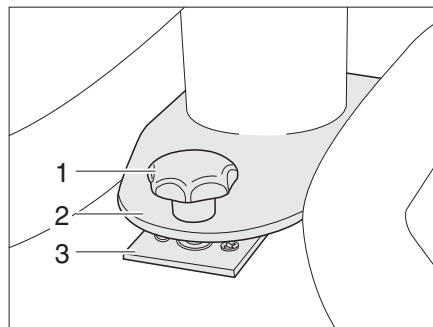

Fig. 87 Dispositif de blocage table fixe
- Placer la table fixe avec la plaque perforée (Fig. 87,2) sur le support (Fig. 87,3).
- Pousser la table fixe de telle sorte que la vis de fixation (Fig. 87,1) puisse être vissée dans le support (Fig. 87,3).